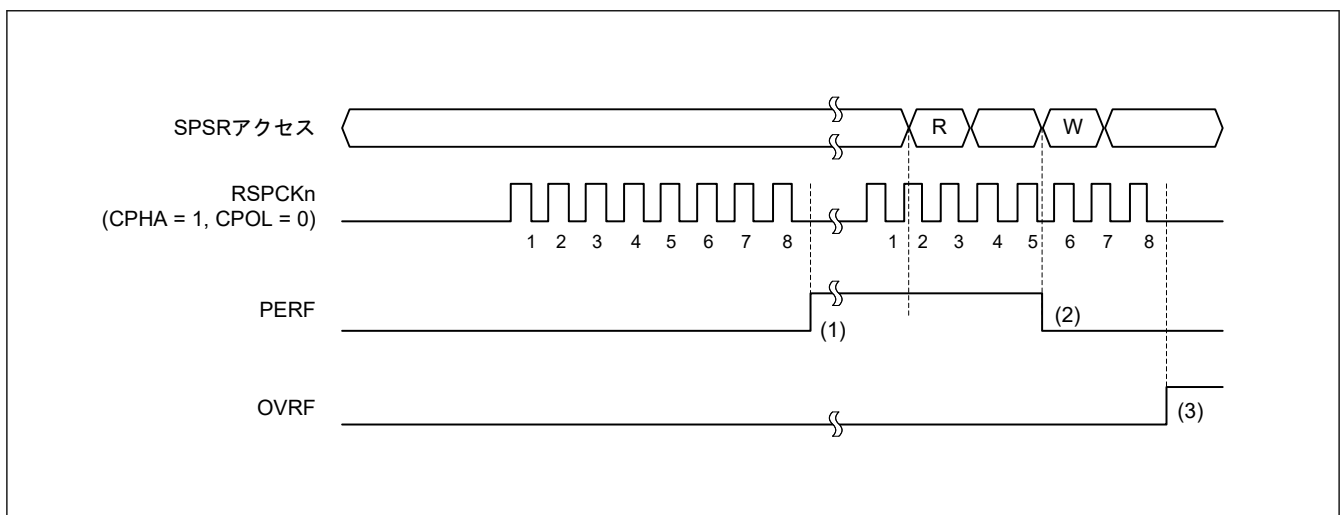

図 26.29 OVRF フラグおよび PERF フラグの動作例
図 26.29 に、OVRF フラグと PERF フラグの動作例を示します。図 26.29 に記載の SPSR アクセスは、SPSR レジスタへのアクセス状況を示しています。W は書き込みサイクル、R は読み出しサイクルを示しています。この例では、SPCR.TXMD ビットが 0、SPCR2.SPPE ビットが 1 の状態で全二重同期式シリアル通信を行います。SPCMD0.CPHA ビットが 1、SPCMD0.CPOL ビットが 0 の設定で、SPI が 8 ビットのシリアル転送を実行しています。RSPCKn 波形の下に記載した数字は、RSPCK サイクル数 (= 転送ビット数) を示しています。
以下に、図 26.29 の (1)~(3) に示したタイミングでのフラグの動作内容を説明します。